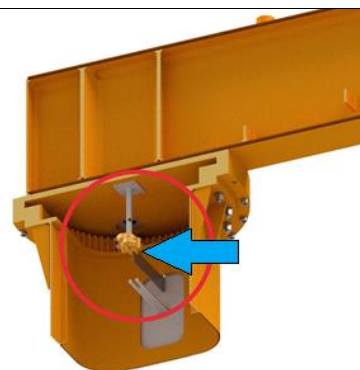

fig. 49
3. Montare il coperchio della finestra di ispezione avendo cura di inserire nel fermo del collettore il piattino (o la forcilla) saldato sul coperchio (fig. 49).